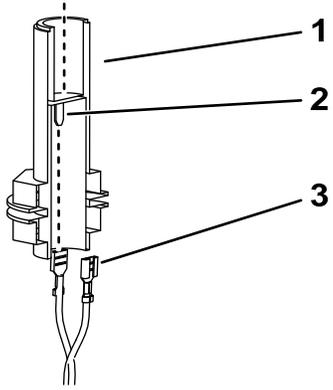

图 11
4. 将松动的工作灯线束接头连接至警示灯槽内的薄片上图 11。